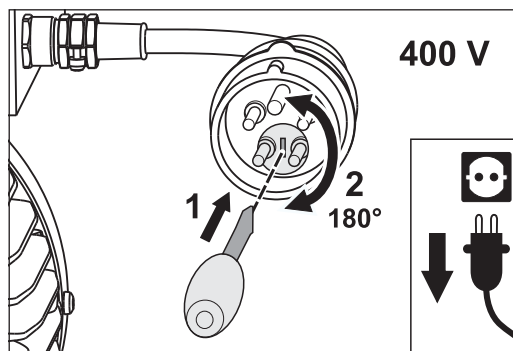

Abb. 23 Zur Änderung der Drehrichtung des Motors den Phasenwender im Stecker des Motorkabels um 180° verdrehen.
- Stecken Sie einen Schraubendreher in den Schlitz des Phasenwenders im Stecker des Motorkabels (Abb. 23, 1).
- Durch Druck mit dem Schraubendreher wird der Phasenwender entriegelt und muss dann gleichzeitig um 180° gedreht werden (Abb. 23, 2).
- Der Phasenwender muss durch Überwindung eines geringen Widerstands um 180° gedreht werden (Abb. 23, 2).